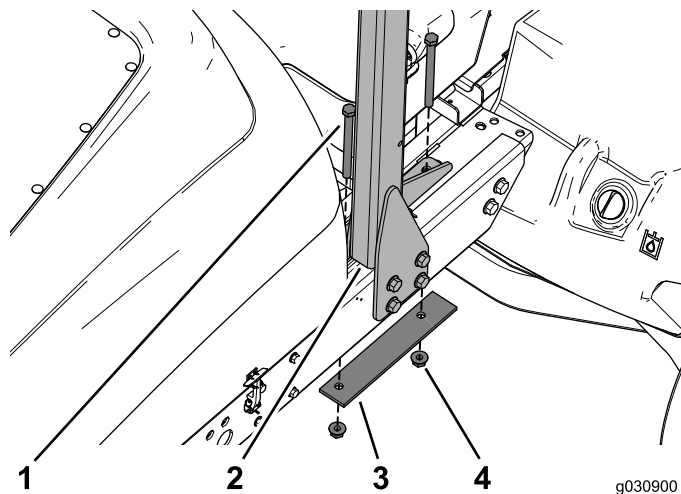

图5
6. 整理好线束板和电池盒，以便拆下将 ROPS 固定到机架顶部的 2 个螺栓、加强板和 2 个凸缘螺母（图 5）。将它们放置一旁。